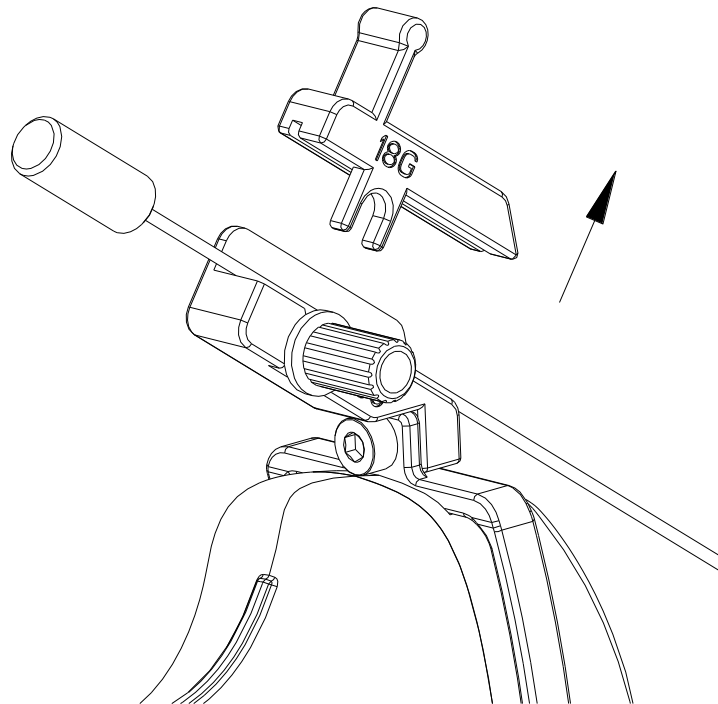
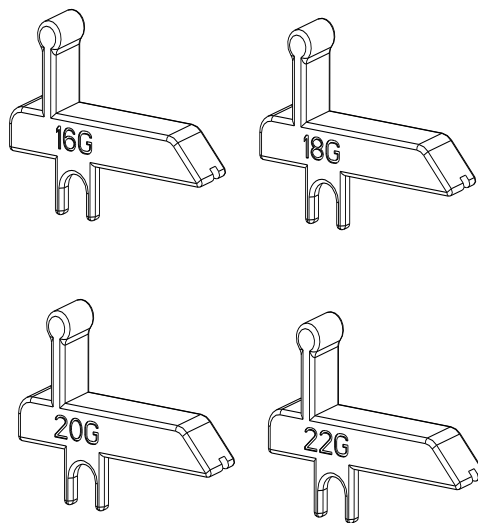

Abbildung 6-34 Entfernen des Gefäßes
Abbildung 6-35 Gefäßmodelle
Schritt 5: Um Sonde, Nadel oder Gefäß auszutauschen oder die Halterung zu entfernen, drehen Sie Regler 1 (leicht) im Uhrzeigersinn, entfernen Sie das Gefäß gemäß Pfeilrichtung in Abbildung 6-34, und tauschen Sie anschließend Sonde, Nadel oder Gefäß aus, oder entfernen Sie ggf. die Halterung. Um ein Gefäß auszutauschen, führen Sie die Schritte in umgekehrter Reihenfolge durch. Modelle des unterstützten Gefäßes sind in Abbildung 6-35 dargestellt.